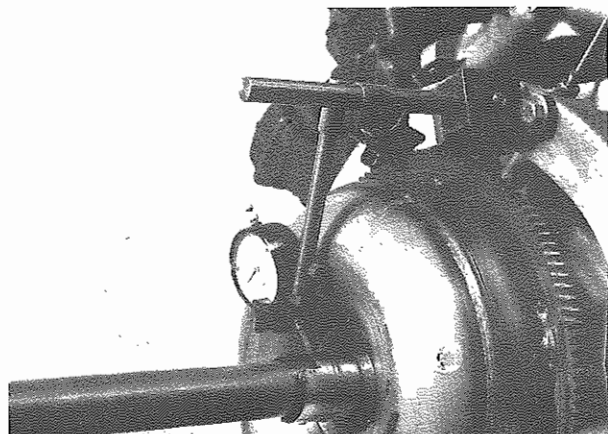

Fig. 10 - Controllo dello sfarfallamento
- Controllare lo sfarfallamento del convertitore all'attacco del cambio (**Fig. 10**) (vedi pag. 9-1). Servirsi di un perno per eventuali assestamenti.
- Check converter wobbling at the transmission (**Fig. 10**) (see page 9-1). If necessary use a pin for settlings.